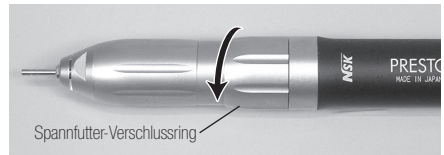

Abb. 9
- 3) Das Herausnehmen eines Bohrers geschieht durch Drehen des Spannfutter-Verschlussrings in Pfeilrichtung gemäß Abb. 9.